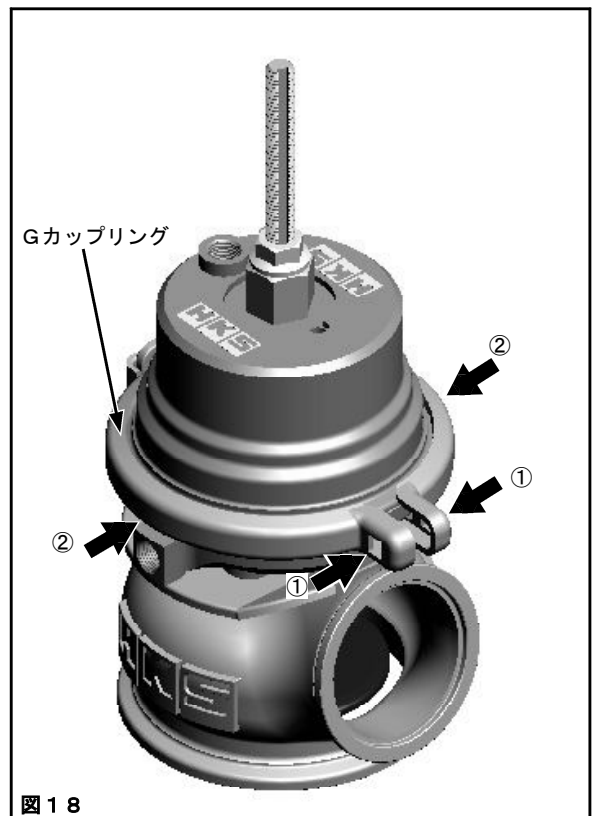
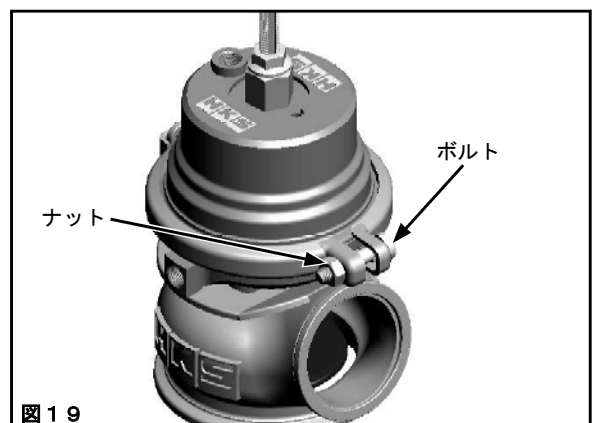

図18
図19
- (21) Gカップリングを取付け、①の部分強く摘んでください。(図18)
- (22) Gカップリングが外れないように、図18の②の部分を押さえたままボルト、ナットを取付けてください。(図18、図19)